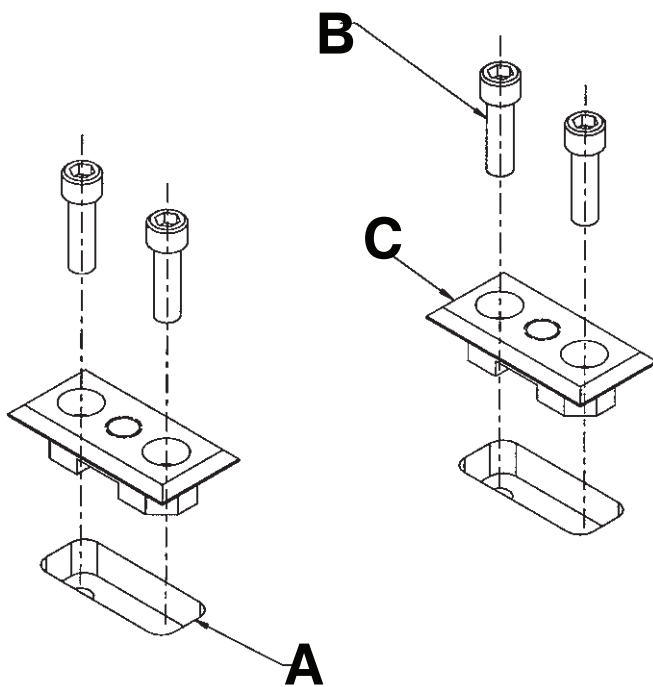

Figura 9 – Corte de las aberturas empotradas sobre los orificios de posicionamiento
3. Corte aberturas (A) empotradas de 1 in x 2-1/2 in x 9/16 in (2,54 x 6,35 x 1,43 cm) de profundidad en el suelo centradas sobre los orificios de posicionamiento (Figura 9).